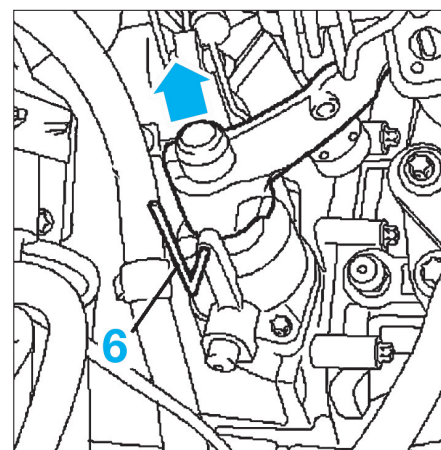

FIG. 15
- Placer la pign (6) afin de verrouiller le levier (fig. 15).